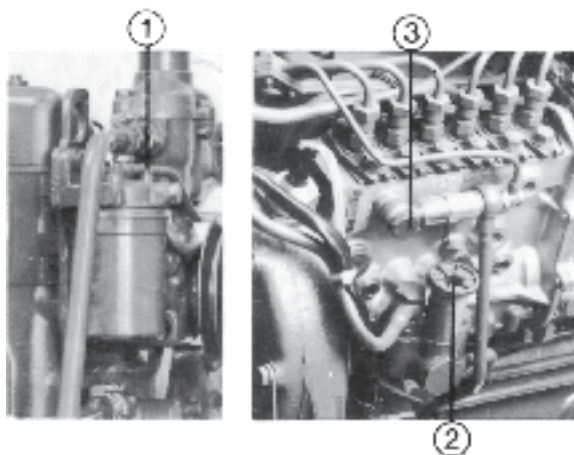

Fig. 106 Purge du système d'alimentation, TD60A, B
1. Ouvrir la vis de purge (1, figure 106) sur le couvercle des filtres.